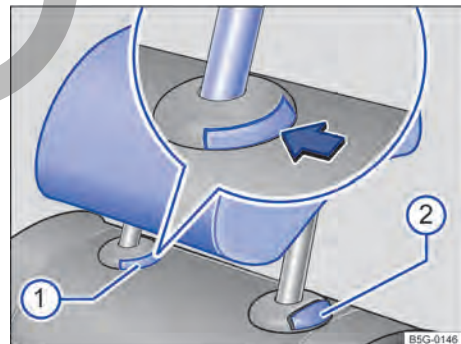

Fig. 80 Apoyacabezas trasero: desmontaje.
- Pulse la tecla → fig. 80 ① de la guía del apoyacabezas.
- Al mismo tiempo, presione la tecla → fig. 80 ② mientras una segunda persona extrae el apoyacabezas completamente.
- Baje el apoyacabezas a la vez que presiona la tecla → fig. 80 ②.